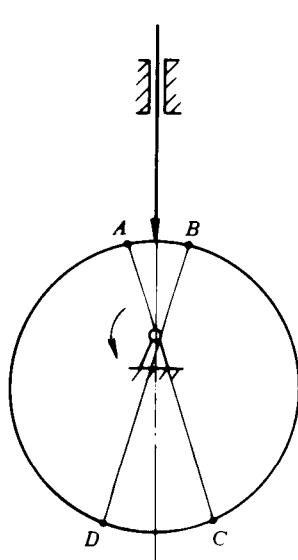

图 2-4
1. 图 2-4 表示凸轮轮廓上 \widehat{AB} 、 \widehat{BC} 、 \widehat{CD} 、 \widehat{CA} 四段工作弧。试标出何段为推程运动角 δ_0 、回程运动角 δ' 、远休止角 δ_0' 、近休止角 δ_0'' ?